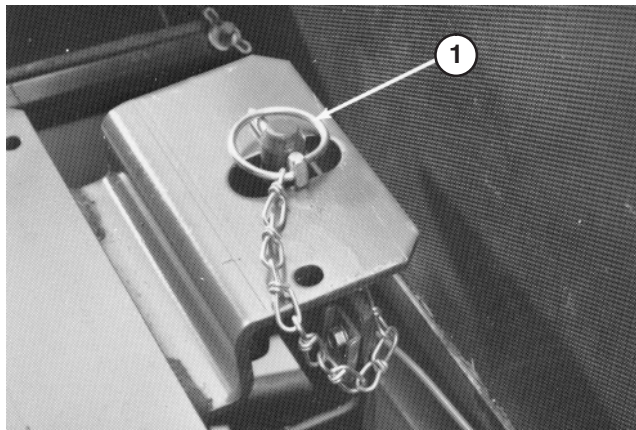

Bild 11
6. Nehmen Sie die Sitzstützstange heraus und drehen Sie diese nach unten. Drehen Sie den Sitz nach unten und drücken Sie den Klappstecker durch den Bolzen am Sitzriegel. Legen Sie das Drahtende des Stifts über den Riegelbolzen (Bild 11).
8. Nehmen Sie die Sitzstützstange heraus und drehen Sie diese nach unten. Drehen Sie den Sitz nach unten und drücken Sie den Klappstecker durch den Bolzen am Sitzriegel. Legen Sie das Drahtende des Stifts über den Riegelbolzen (Bild 11).